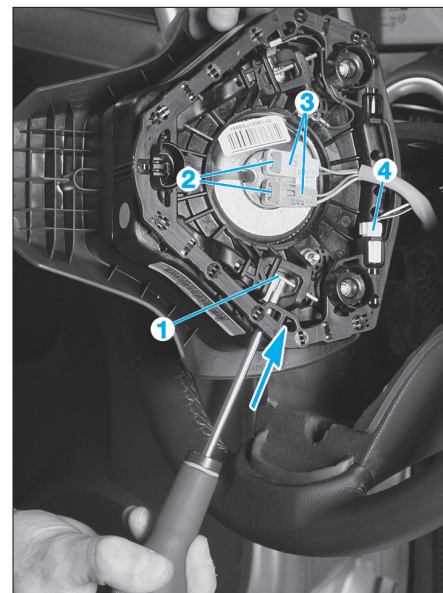

Fig. 2
- Appuyer sur l'agrafe (1) dans le sens de la flèche afin de décrocher l'airbag (Fig.2).